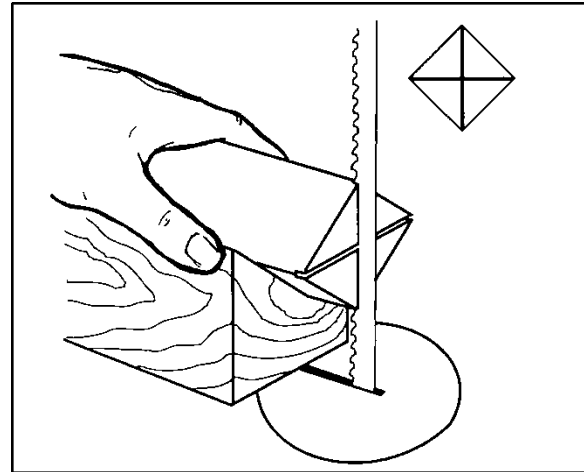

Figure 10-3
2. Les bois extrêmement durs peuvent avoir besoin de traits de scie coupés dans les extrémités des bois spéciaux (Figure 10-3) avec une scie à ruban, de sorte que le bois accepte la pointe à griffe et la pointe vive.